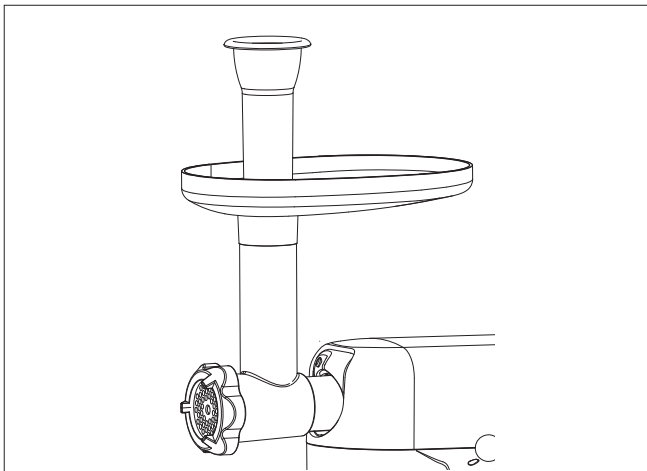

Fig. 18 – Picadora de carne montada con bandeja de llenado y embudidor
3. Coloque la bandeja de llenado desde arriba en el tubo de llenado de la carcasa de la hélice (véase Fig. 18).